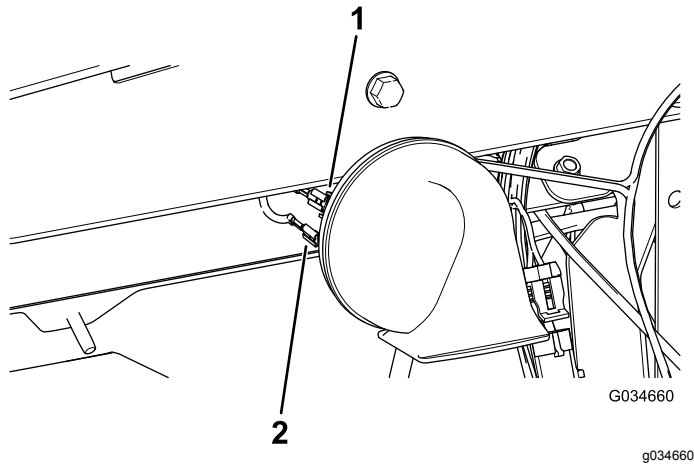

图 4
- 3. 将主线束的 2 个母接头插入 48V 喇叭的 2 个公接头 图 4。